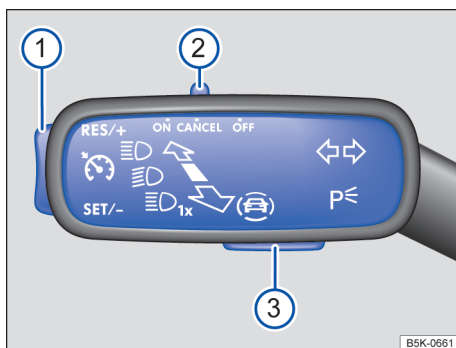

Fig. 123 No lado esquerdo da coluna de direção: interruptor e botões para comandar o GRA.
- Desloque o interruptor → Fig. 123 ② para a posição **ON**